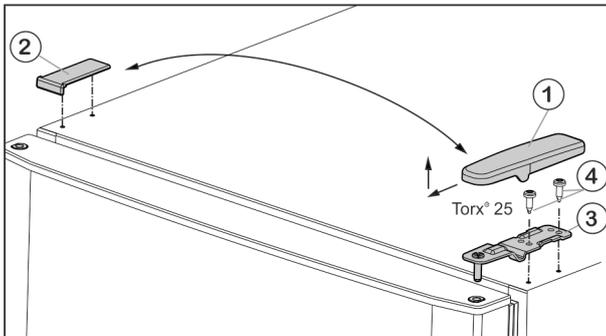
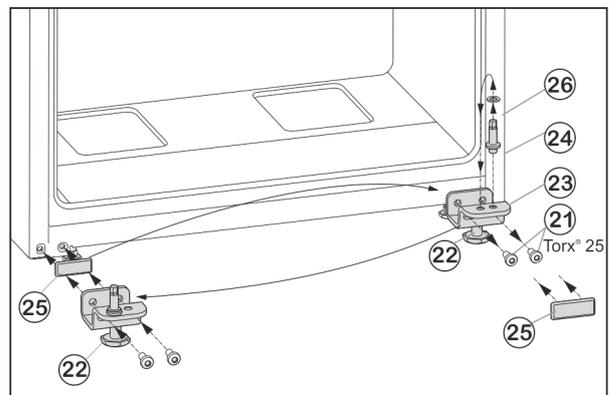

Fig. 5
Fig. 7
- ▶ Enlever le cache Fig. 5 (1) vers l'avant et vers le haut.
- ▶ Retirer le cache Fig. 5 (2).
- ▶ Dévisser le support d'appui supérieur Fig. 5 (3) (2 Torx® 25) Fig. 5 (4) et retirer vers le haut.
- ▶ Desserrer les vis de fixation Fig. 7 (21).
- ▶ Retirer l'ensemble du support de palier inférieur Fig. 7 (23) avec le boulon de palier Fig. 7 (24), la rondelle Fig. 7 (26) et le pied de réglage Fig. 7 (22).
- ▶ Dévisser l'ensemble du boulon de palier Fig. 7 (24) avec la rondelle Fig. 7 (26), déplacer le tout dans le trou de préhension du côté opposé du support de palier et revisser fermement.
- ▶ Retirer avec précaution la plaque de recouvrement Fig. 7 (25) et la déplacer du côté opposé.
- ▶ Revisser l'ensemble du support de palier inférieur Fig. 7 (23) avec le boulon de palier Fig. 7 (24), la rondelle Fig. 7 (26) et le pied de réglage Fig. 7 (22) du côté de la nouvelle charnière, au besoin à l'aide d'une visseuse sans fil (**en appliquant un couple de 4 Nm**).
- ▶ Placer la porte inférieure depuis le haut sur le boulon Fig. 7 (24).
- ▶ Remettre en place le support de palier du milieu (13) à 180° dans la porte inférieure et la visser solidement à l'aide des vis de fixation (11) (2 fois Torx® 25) sur le nouveau côté de la charnière (**avec 4 Nm**).
- ▶ Remettre en place la rondelle de plastique (10).
- ▶ Mettre en place la porte supérieure sur le support de palier (13).
- ▶ Placer le support d'appui supérieur Fig. 5 (3) sur le nouveau côté charnière de porte.
- ▶ Revisser le support de palier (en appliquant un couple de 4 Nm) (2 Torx® 25) Fig. 5 (4). Utiliser au besoin une visseuse sans fil.
- ▶ Remettre en place l'habillage Fig. 5 (1) du côté opposé depuis l'extérieur et l'enclencher.
- ▶ Remettre en place l'habillage Fig. 5 (2) du côté opposé depuis le dessus et l'enclencher.
- ▶ Dévisser le pied de réglage Fig. 7 (22) au niveau du support de palier inférieur Fig. 7 (23) jusqu'à ce qu'il repose au sol.